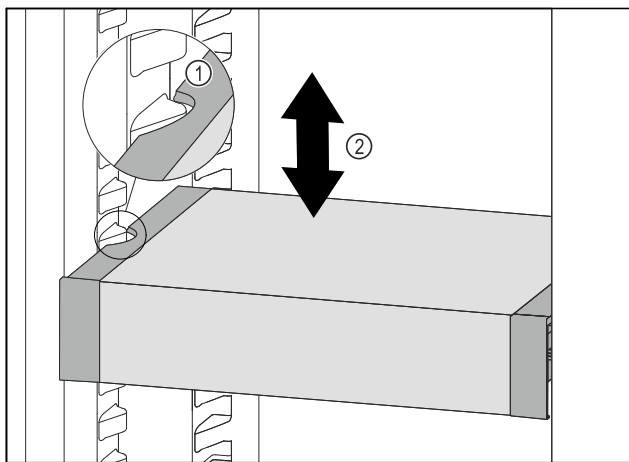

Fig. 111
- Tõmmake VarioSafe'i ettepoole, kuni VarioSafe'i külgmised väljalõiked asuvad jahutusosas anumaribi kõrgusel. Fig. 111 (1)
- Liigutage VarioSafe'i jahutusosas ülespoole või allapoole, kuni on saavutatud soovitud kõrgus. Fig. 111 (2)